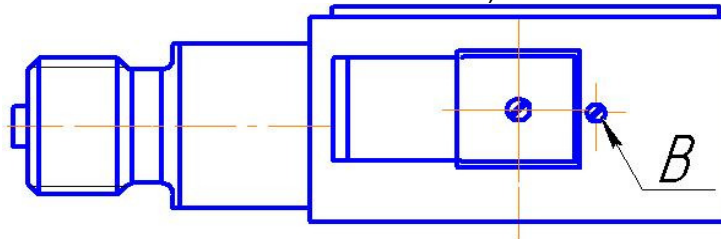

Рис.6. Вид датчика с разъемом, где В – винт.
- При необходимости произвести корректировку сдвига (нуля) при отсутствии измеряемого параметра. Открутить винт (см. рис.6), расположенный над разъемом и удерживать кнопку в нажатом состоянии от 1 до 3 секунд. При отпускании происходит обнуление, если значение давления на индикаторе не превышает $\pm 5\%$ от диапазона измерения.
При нажатии на кнопку (см. рис.6) от 1 до 3 сек и дальнейшем отжатии кнопки – происходит обнуление датчика (корректировка нуля возможна, если значение давления на индикаторе не превышает $\pm 5\%$ от диапазона измерения). При нажатии на кнопку от 3 до 5 сек – на ЖКИ выводится текущий предел измерения – только для многодиапазонных датчиков с ЖКИ индикатором. Для возврата прибора в рабочий режим необходимо отпустить кнопку.
2.3.1. Ввод датчиков в эксплуатацию производится по документам, принятым на предприятии-потребителе. С помощью кнопки (см. рис.6) выбрать требуемый диапазон измерения и произвести корректировку «нуля» (при необходимости), согласно операций раздела 1.8.